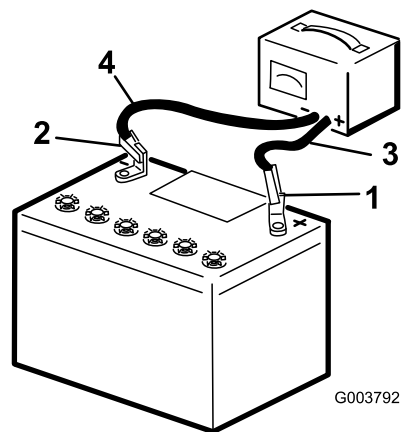

Figure 65
3. Connectez le câble positif du chargeur de batterie à la borne positive de la batterie (Figure 65).
4. Branchez le câble négatif du chargeur de batterie à la borne négative de la batterie (Figure 65).
6. Quand la batterie est chargée au maximum, débranchez le chargeur de la source électrique, puis débranchez les fils du chargeur des bornes de la batterie (Figure 65).